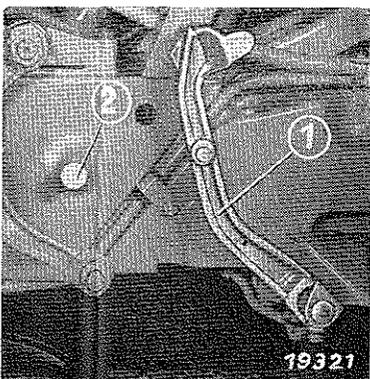

Bild 16
Das Einschalten der Zapfwelle darf nur bei auserückter Zapfwellenkupplung erfolgen. Zum Auskuppeln wird der Fußhebel ① bis zum Anschlag ② durchgedrückt – Bild 16 – und dann nach einer kleinen Pause der Schalthebel der Zapfwelle betätigt.